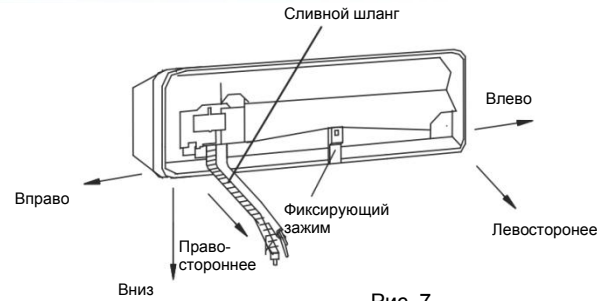

Рис. 7
1. Подсоединение правой задней трубки (аналогично правой нижней трубке) (Опционально, см. Рис.7)
**Примечания:** На схеме показано левостороннее расположение сливного шланга, см. Рис.7.